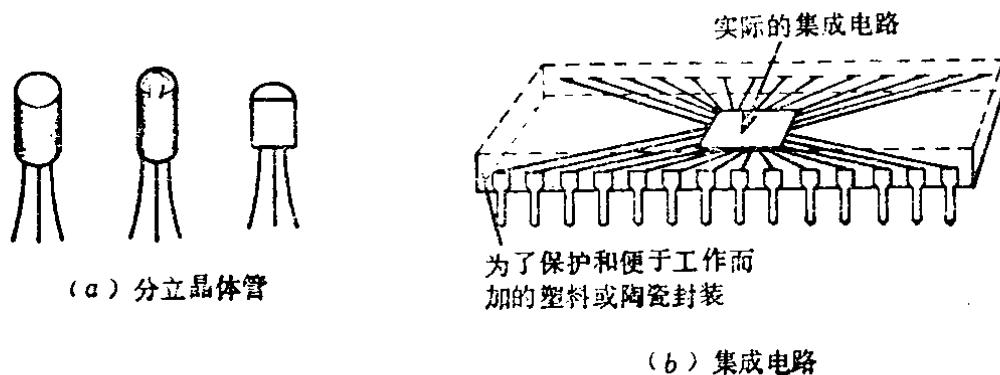

图 1 分立晶体管和集成电路示意图
最初发明半导体的时候，它们仅被封装制成分立的晶体管、二极管等，见图 1 (a)。直至1958年，发明了集成电路 (IC)。集成电路是一个完整的电子电路，除了包含晶体管外，还可能包含二极管、电阻器、电容器，它们全部被制
作在一小块硅片（硅片的面积一般不到十分之一平方英寸）上，见图 1 (b)。